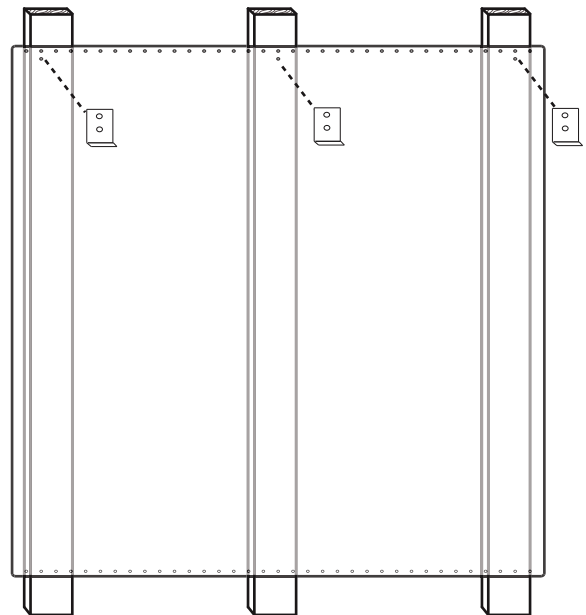

Figure 13 : Dosseret de protection avec étagère garde-chaud
3. À l'endroit indiqué sur la *Figure 13* fixez les supports inférieurs fournis avec l'étagère garde-chaud à travers le dosseret de protection, dans les montants de cloison.